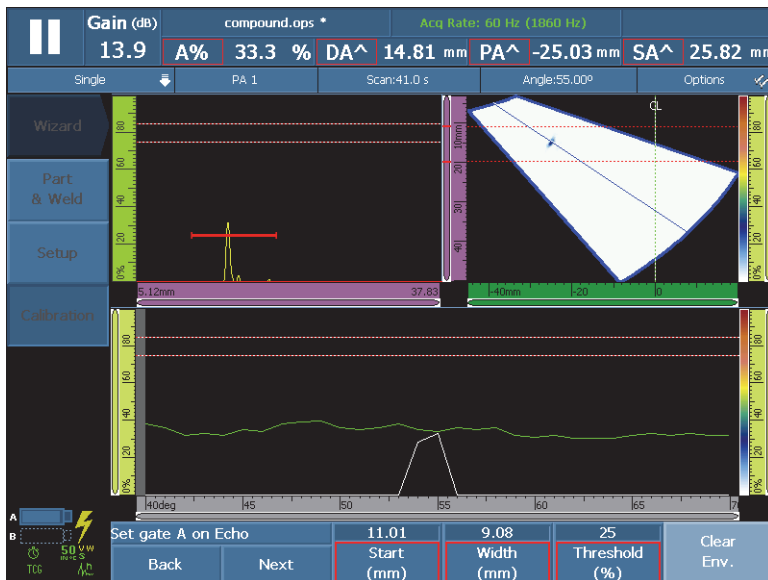

図 5-21 PA グループのエコーにゲート A を設定
- a) 開始位置および幅ボタンで、最初の反射源からの信号が、ゲートの中央でクロスし、信号の幅がゲートの範囲内に入るように、ゲート A の開始位置と幅を入力します (158 ページの図 5-21 の A-スキャンビューを参照)。
- b) 158 ページの図 5-21 の校正: TCG に示すように、信号が各開口幅のゲートをクロスするように、しきい値を設定します。